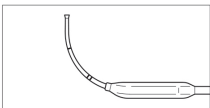

图 6：额窦弯曲
– **额窦**：治疗额隐窝时，建议使用与额窦探查器类似的大半径弯曲（图 6）。这是包装中提供的形状/弯曲。